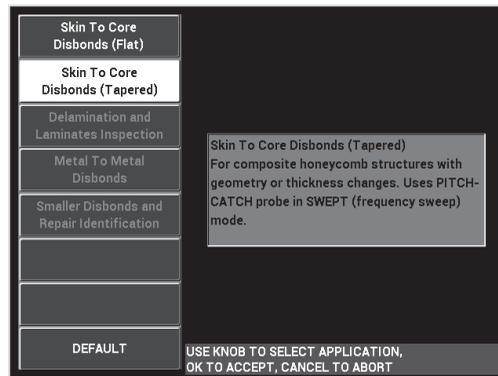

Figura 6-18 Aplicación Pérdida de adherencia de revestimiento a núcleo (geometría cónica)
3. Seleccione la aplicación **Pérdida de adherencia de revestimiento a núcleo (geometría cónica)** y, después, pulse la tecla Confirmación/Enter (✓) para aceptar la selección. Ver la Figura 6-18 en la página 149.